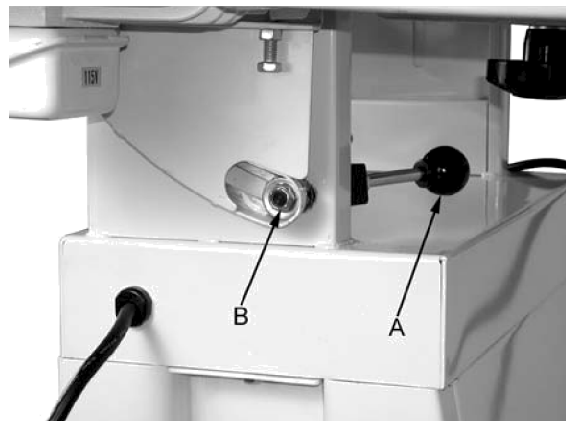

Abbildung 11
3. Spannexzenterblock durch Anziehen des Schraubenmutter (B, Abb. 11) mit einem 14mm-Schraubenschlüssel. Drehen Sie die Schraubenmutter um 1/4 Umdrehung Inkremente und testen Sie den Verriegelungsgriff für die richtige Spannung.